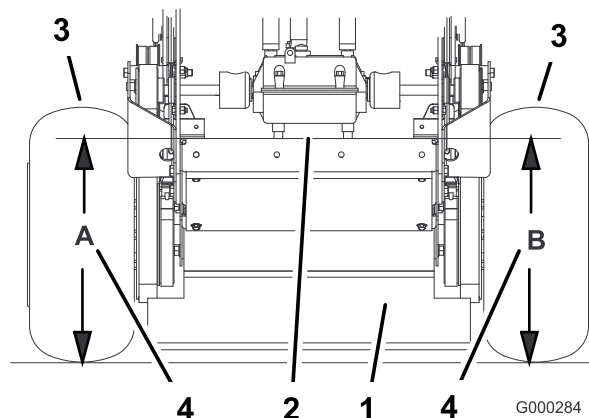

Figure 61
- Mesurez la hauteur du plancher moteur au point **B** (Figure 61).